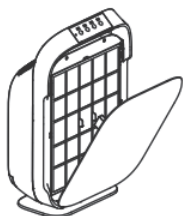

рис. 1
2. Возьмитесь одной рукой за верхнюю часть передней панели (1), а другой рукой удерживайте корпус устройства. Затем мягким, но решительным движением выньте нижнюю часть панели, наклоните ее под углом 45° поднимите вверх (рис. 1).